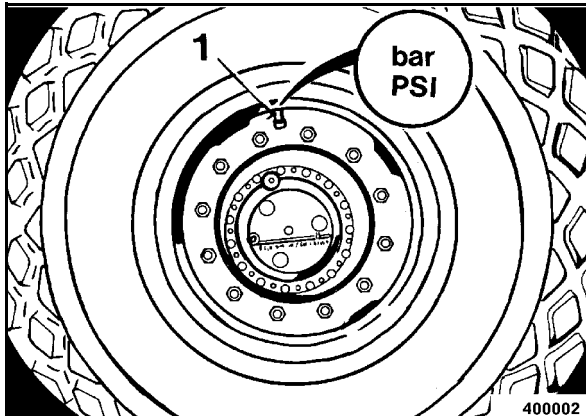

Fig. 127
- Medir la presión de inflado con el manómetro en la válvula de la rueda 1 (Fig. 127) con la válvula situada por arriba.